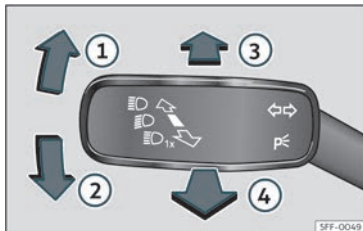

Fig. 90 Leva degli indicatori di direzione e degli abbaglianti.
• Dalla posizione di base, spingere in avanti la leva degli indicatori di direzione e degli abbaglianti >>> **fig. 90** **③**. Quando viene visualizzata la spia **⊞** nel display del quadro strumenti, il comando automatico degli abbaglianti sarà attivo.
- **OPPURE:** con le luci abbaglianti accese, spostare la leva degli indicatori di direzione e degli abbaglianti all'indietro >>> **fig. 90** **④**.